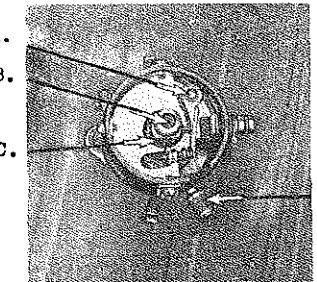

Fig. 9
- d. Smør strømfordeleren. (fig. 9)